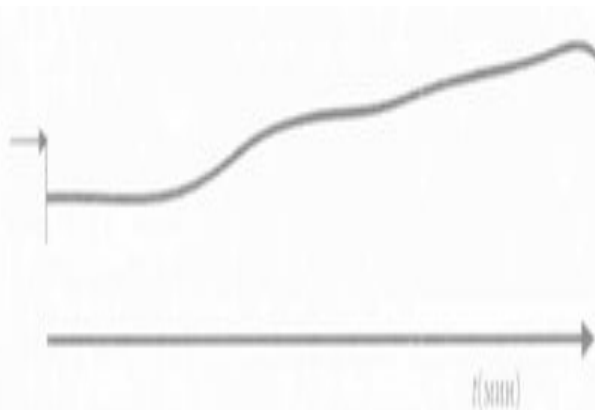

Рис. 2.52. Хроматограмма, иллюстрирующая унос неподвижной фазы из колонки
- Если в термостате колонок хроматографа установлены сразу две колонки с различной термостабильностью, следует соблюдать особую осторожность. На рис. 2.52 представлен типичный вид хроматограммы, по которому можно установить наличие уноса неподвижной фазы из колонки.